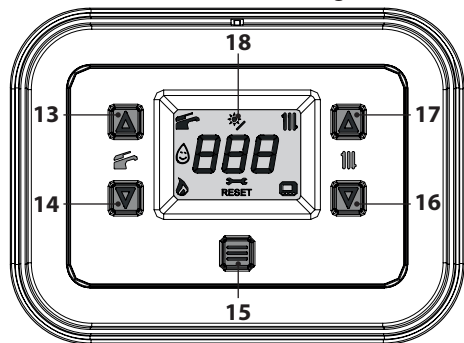
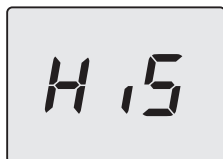

Figura 8.1
Figura 8.2
- Entrare in "modalità programmazione" premendo contemporaneamente per 5 secondi i tasti 14 e 16 (Figura 8.1) fino a far apparire sul display LCD le lettere **HiS** che indicano il menu "Storico delle caldaie" (Figura 8.2).
- Premere per 1 sec. il tasto 15 (Figura 8.1) per entrare nel parametro selezionato. Il display visualizzerà quanto segue (Figura 8.5).
- Premendo il tasto 15 (Figura 8.1) si ottiene la conferma del valore inserito. Il display visualizzerà per 5 sec. quanto segue (Figura 8.7) poi, si porterà al livello superiore.
- Premendo contemporaneamente i tasti 14 e 16 (Figura 8.1) si esce senza modificare il valore (ritorno al livello precedente Figura 8.4).
- tenere premuti contemporaneamente i tasti 14 e 16 per 5 sec. (Figura 8.1) (ritorno al livello precedente).